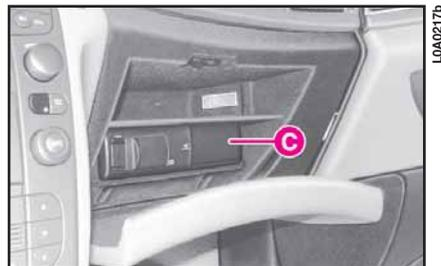

fig. 222
– multiletto **C** (fig. 222) per CD (CD-Changer) nel cassetto portaoggetti (dove previsto)